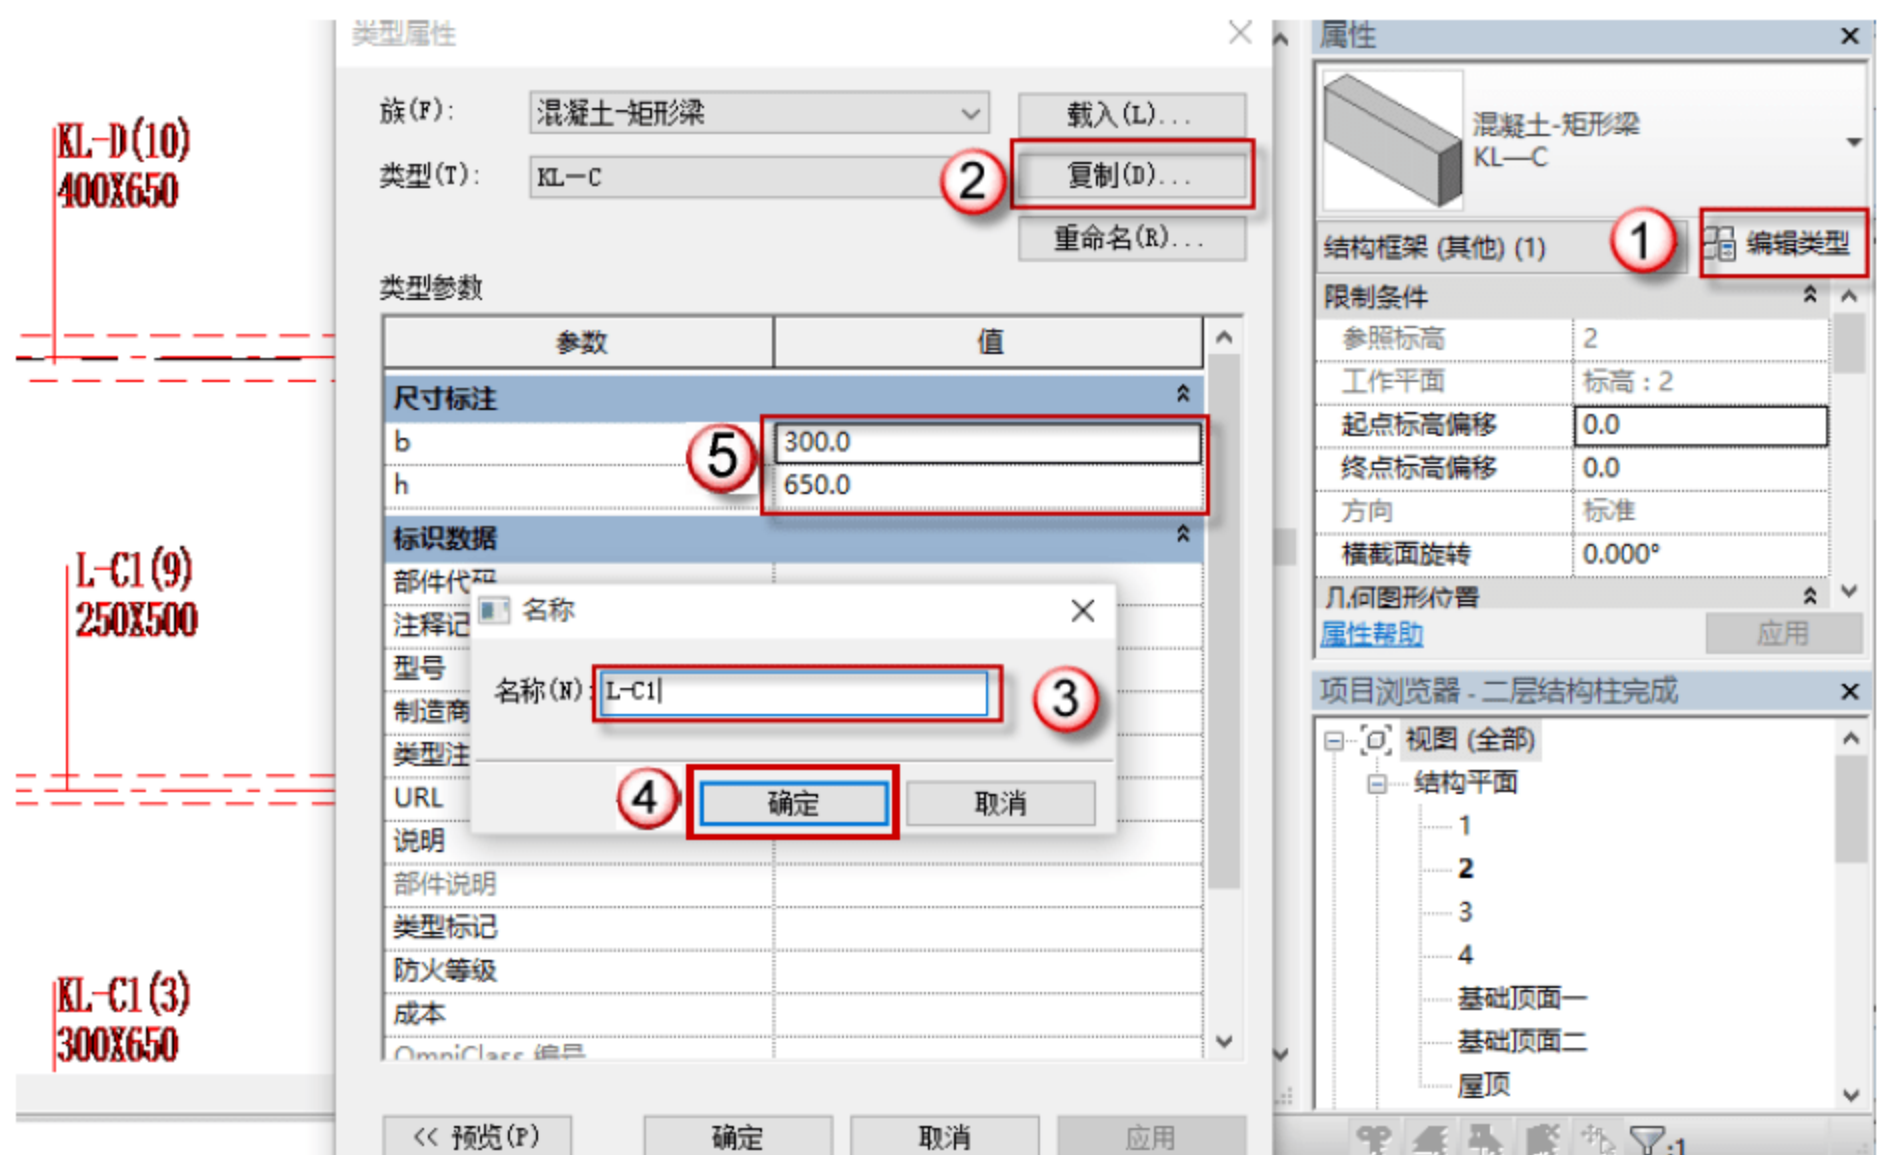

图 4.2.58 设置 L-C1 参数
(8) 设置矩形梁 L-C1 参数, 按快捷键 B+M, 出现绘制的界面, 单击“编辑类型”按钮, 在弹出的对话框中单击“复制”按钮, 再在弹出的对话框中命名新的族 L-C1, 单击“确定”按钮。在“尺寸标注”栏设置参数, 如图 4.2.58 所示。